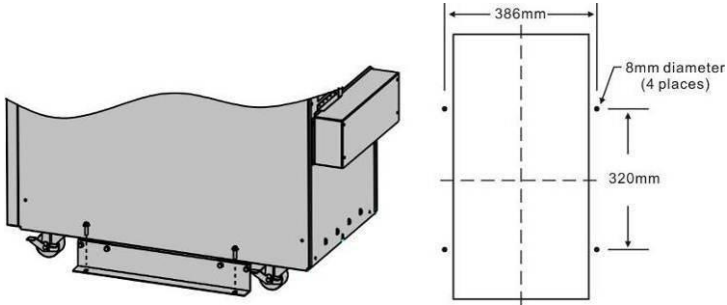

Abbildung 4: Bodenbefestigung
4. Aus Stabilitätsgründen wird empfohlen die USV-Anlage / das Batteriepaket am Boden festzuschrauben (siehe Abbildung 4).